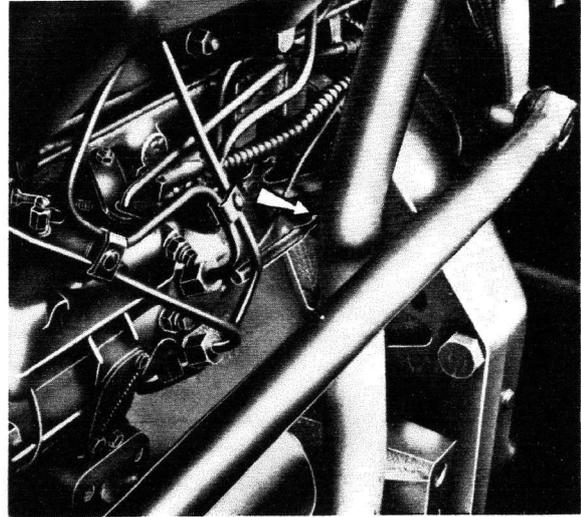

Fig. 17
- Contrôler au moyen d'un chasse-goupille de 6 mm (fig. 17).